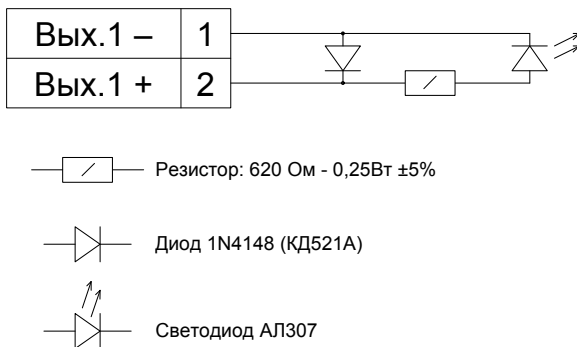

Рисунок 5. Схема имитатора пусковой цепи.
5.3.6 Подключить к выходам имитаторы пусковых цепей по схеме, показанной на рис. 5.